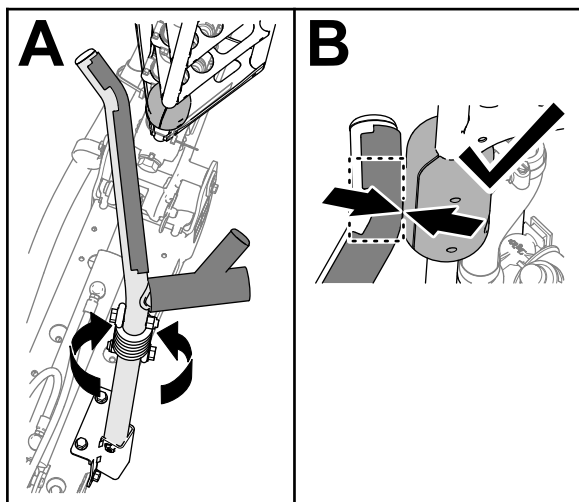

Figura 117
4. Gire el conjunto del soporte hasta que la curva del tubo esté alineada con el tope deslizante del tubo superior del brazo exterior (Figura 117).
Nota: Los topes deben entrar en contacto con el soporte en la curva del tubo superior del soporte (Figura 117).